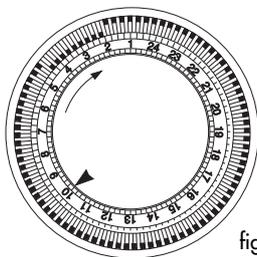

fig.5
- Mire la hora en su reloj. Supongamos que son las 10, gire el disco numerado del programador en el sentido de las agujas del reloj hasta que el índice de referencia ▲, impreso en el programador, coincida con el número 10 (fig.5).